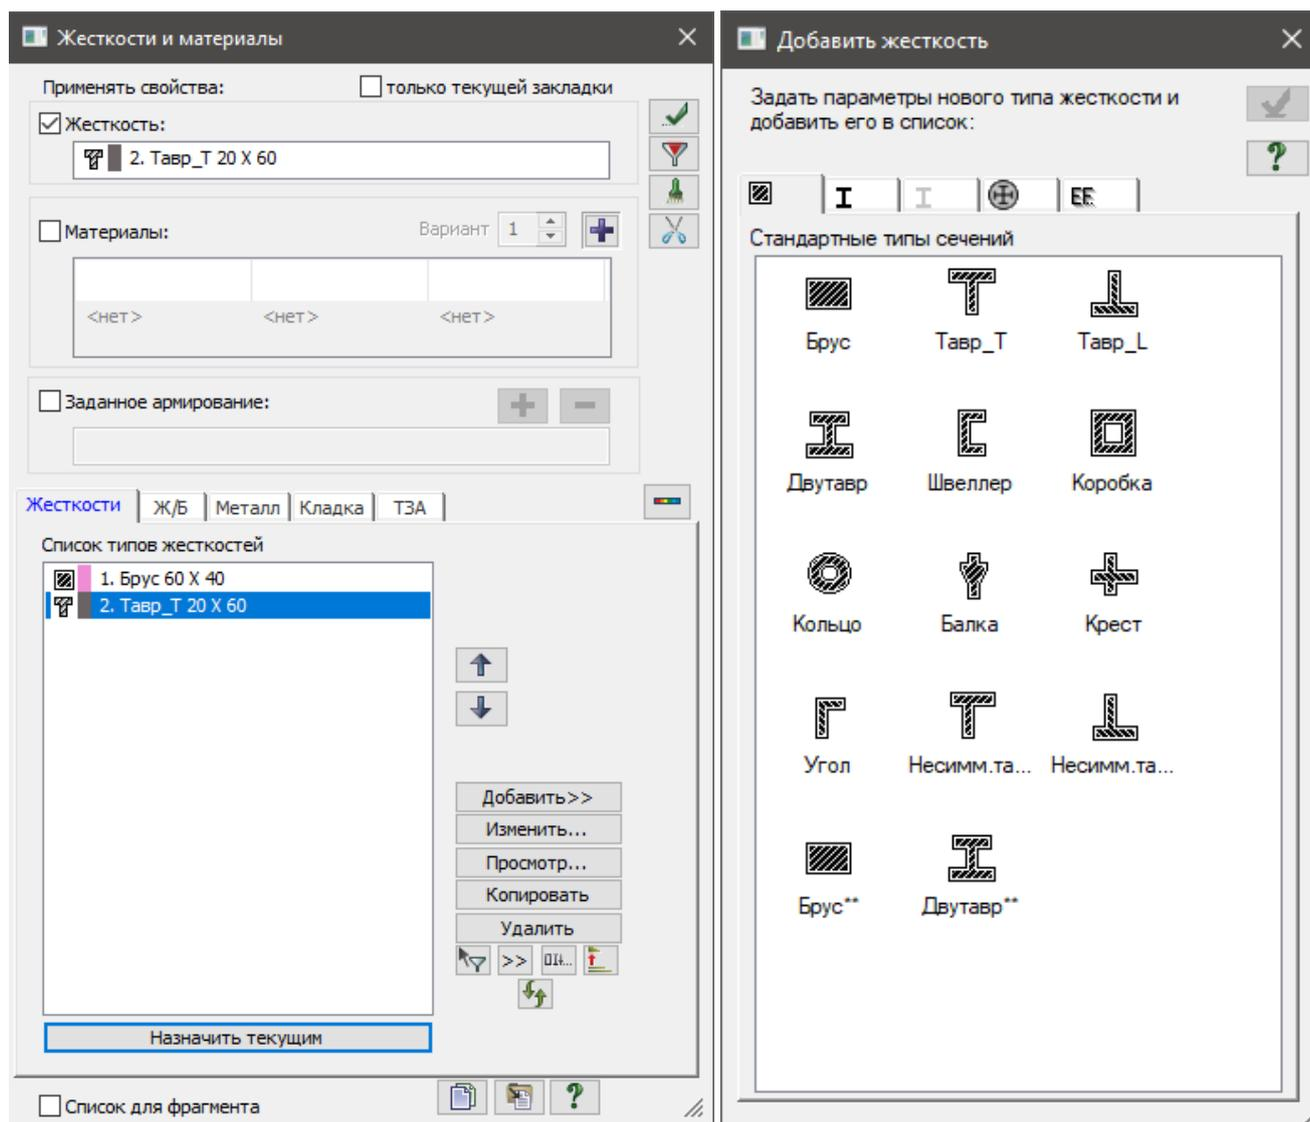

Рис.16.9. Диалоговые окна: а – Жесткости и материалы, б – Добавить жесткость
- ❑ Щелчком по кнопке  – **Жесткости и материалы элементов** (панель **Жесткости и связи** на вкладке **Создание и редактирование**) вызовите диалоговое окно **Жесткости и материалы** (рис.16.9, а).
- ❑ В этом окне щелчком по кнопке **Добавить** вызовите диалоговое окно **Добавить жесткость**, для того чтобы вывести список стандартных типов сечений (рис.16.9, б).